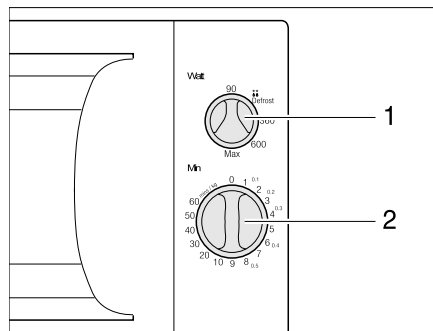

Bild 193 Bedienelemente für Mikrowellengerät
- Am Drehregler (Bild 193,1) Leistung wählen.
- Am Drehregler (Bild 193,2) Garzeit wählen. Der Garvorgang beginnt.